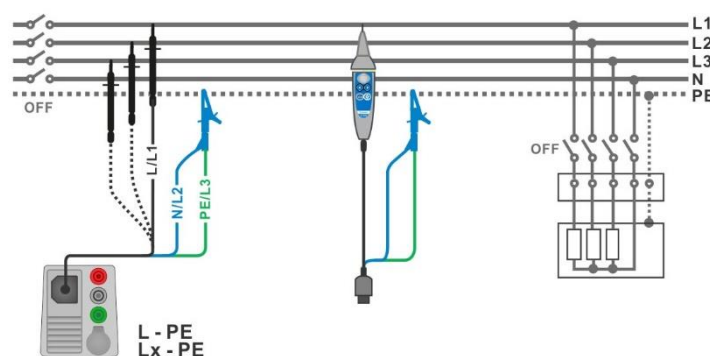
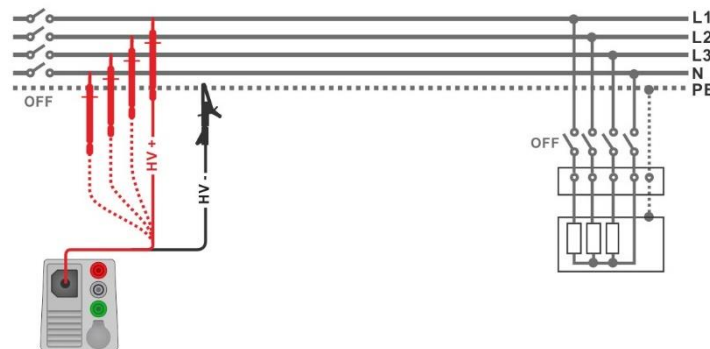

Abbildung 7.14: Anschluss des 3-Leiter Prüfadapters und der Commander-Prüfspitze ($U_N \leq 1 \text{ kV}$)
Abbildung 7.15: Anschluss der 2,5 kV Prüfleitung ($U_N = 2,5 \text{ kV}$)
- Schließen Sie die Prüfleitungen am Prüfling an (siehe **Abbildung 7.14** und **Abbildung 7.15**).